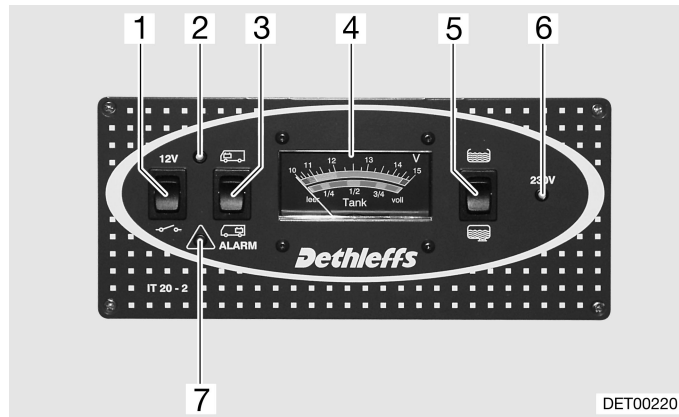

Bild 92 Control-Panel (Variante 1)
Beim Anzeigeeinstrument V/Tank (Bild 92,4) die obere Skala beachten. Das Anzeigeeinstrument wird automatisch beleuchtet, sobald ein Schalter gedrückt wird.
- Wippschalter (Bild 92,3) oben drücken : die Batteriespannung der Starterbatterie wird angezeigt.
- Wippschalter (Bild 92,3) unten drücken : die Batteriespannung der Wohnraumbatterie wird angezeigt.
Die rote Warnleuchte ALARM (Bild 92,7) blinkt, sobald die Spannung der Wohnraumbatterie 11 V (Messung im laufenden Betrieb) unterschreitet und damit Tiefentladung droht.
Beim Anzeigeinstrument V/Tank (Bild 92,4) die untere Skala beachten. Das Anzeigeinstrument wird automatisch beleuchtet, sobald ein Schalter gedrückt wird.
- Wippschalter (Bild 92,5) oben drücken : die Frischwassermenge wird angezeigt.
- Wippschalter (Bild 92,5) unten drücken : die Abwassermenge wird angezeigt.
Der 12-V-Hauptschalter (Bild 92,1) schaltet die 12-V-Versorgung des Wohnraums ein und aus. Ausnahme: Die Eintrittsstufe und die Beleuchtung im Eingangsbereich bleiben weiterhin betriebsbereit.
- Wippschalter (Bild 92,1) oben drücken : die 12-V-Versorgung des Wohnraums ist eingeschaltet. Kontroll-Leuchte (Bild 92,2) leuchtet grün.
- Wippschalter (Bild 92,1) unten drücken : die 12-V-Versorgung des Wohnraums ist ausgeschaltet. Kontroll-Leuchte (Bild 92,2) erlischt.
Die 12-V-Kontroll-Leuchte (Bild 92,2) leuchtet, wenn der 12-V-Hauptschalter (Bild 92,1) eingeschaltet ist.
Die gelbe 230-V-Kontroll-Leuchte (Bild 92,6) leuchtet, wenn am Eingang des Elektroblocks Netzspannung vorhanden ist.